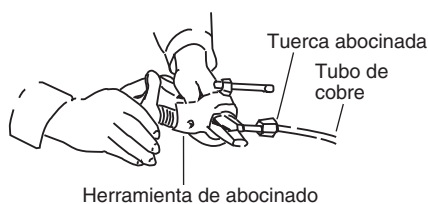

Fig. 5-3
- (3) Extraiga la tuerca abocardada de la unidad y asegúrese de montarla en el tubo de cobre.
- (4) Aborde el extremo del tubo de cobre con una herramienta de abocardado. (Fig. 5-3)